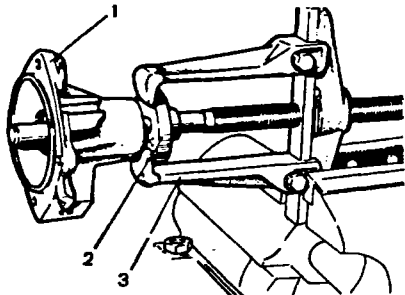

Рис. 2-64. Снятие ступицы шкива: 1 - крышка корпуса насоса; 2 - ступица шкива; 3 - съемник
- при необходимости снимите ступицу 2 (рис. 2-64) шкива вентилятора с валика при помощи съёмника А.40005/1/5;